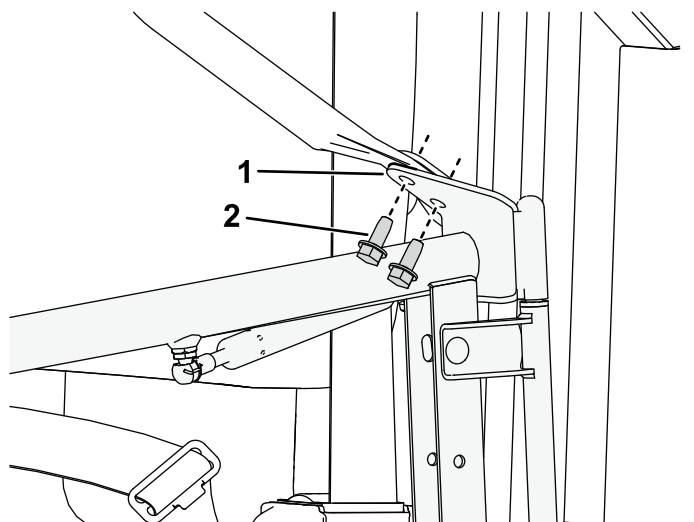

図9
3. ステップ5で取り外したねじを使用して、ドアアセンブリの上側蝶番を肩当てブラケットに仮止める図9。